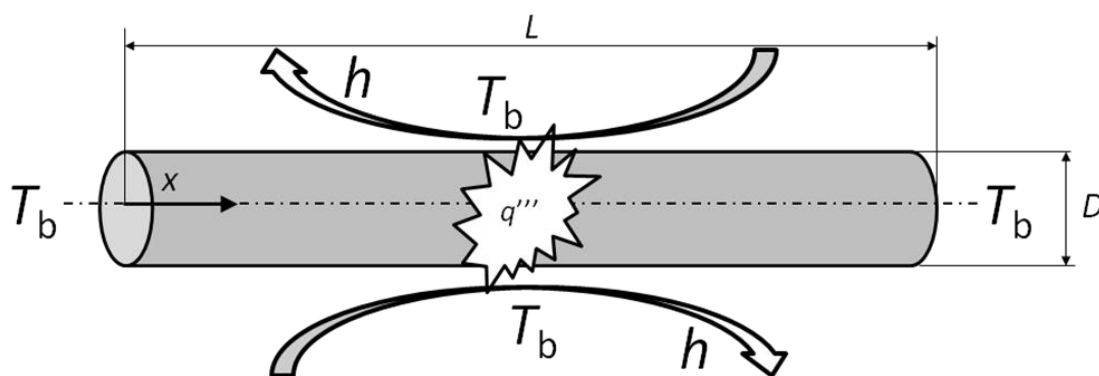

Fig. 3
- 3) Una barra cilindrica in rame (diametro  $D = 0.01 \text{ m}$ , lunghezza  $L = 4 \text{ m}$ ) è percorsa da una corrente  $I = 1 \text{ kA}$ . La barra (v. Fig. 3) è immersa in (e refrigerata da) un bagno di azoto liquido a  $T_b = 77 \text{ K}$  (coefficiente di scambio termico  $h = 500 \text{ W/(m}^2 \text{ K)}$ ). Le due estremità sono mantenute alla temperatura costante  $T = T_b$ . Calcolare numericamente la distribuzione di temperatura stazionaria lungo la barra in uno script, e plottare la temperatura lungo la barra in una figura.